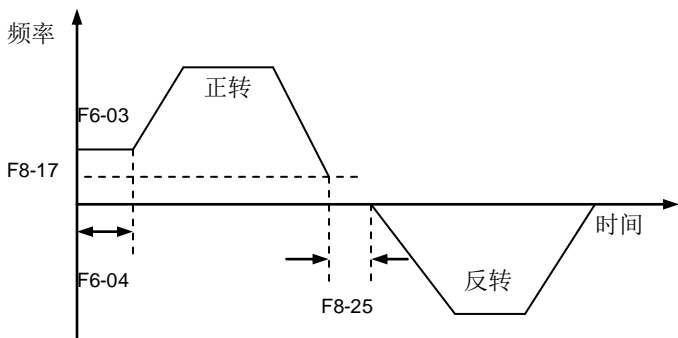

图 6-31 正反转死区时间
- 变频器转向发生改变时，输出频率在 0Hz 处的过渡时间。如图 6-31 所示。